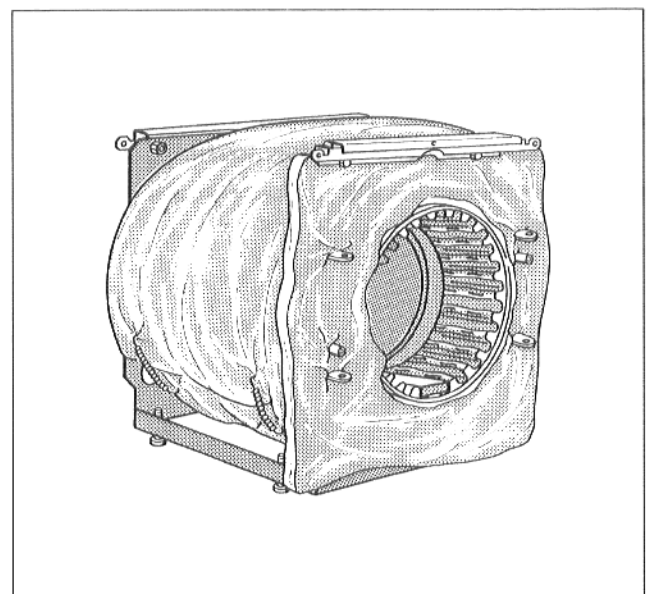

Abb. 9
- Vorderwandwärmeschutz mit den Schlitz in die Scharniere der Brennentür einhängen (Abb. 9).